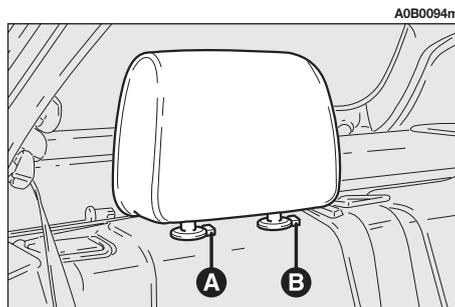

fig. 5
La vettura è equipaggiata con due poggiatesta per i posti laterali (**fig. 5**). A richiesta per versioni/mercati ove previsto, la vettura può essere dotata anche di un terzo poggiatesta per il posto centrale (**fig. 6**).
- Premere contemporaneamente i pulsanti (**A** e **B-fig. 5**) e rimuovere i poggiatesta.
- Per rimontare i poggiatesta mantenere premuti i pulsanti (**A** e **B-fig. 5**) ed infilarli completamente.